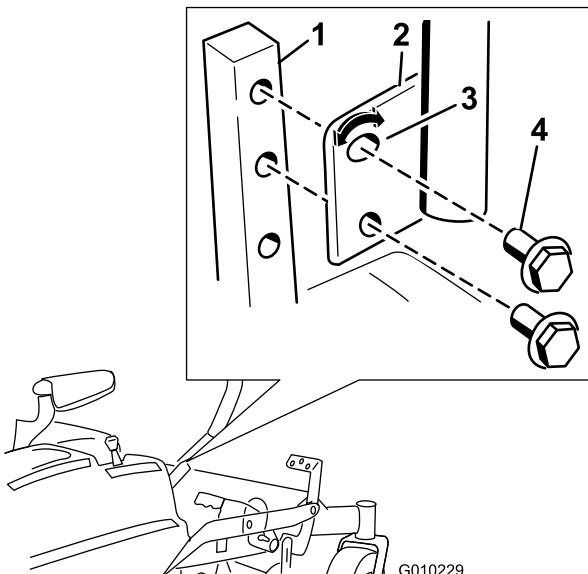

Bild 28
1. Entfernen Sie die beiden Schrauben, mit denen der Schalthebel am Schalthebelarm befestigt ist (Bild 28).
2. Setzen Sie den Schalthebel in die nächste Lochposition. Befestigen Sie den Hebel mit den zwei Schrauben (Bild 28).
2. Lösen Sie die untere Schraube genug, um den Schalthebel nach vorne oder hinten zu drehen (Bild 28). Ziehen Sie beide Schrauben fest, um den Schalthebel in der neuen Stellung zu arretieren.